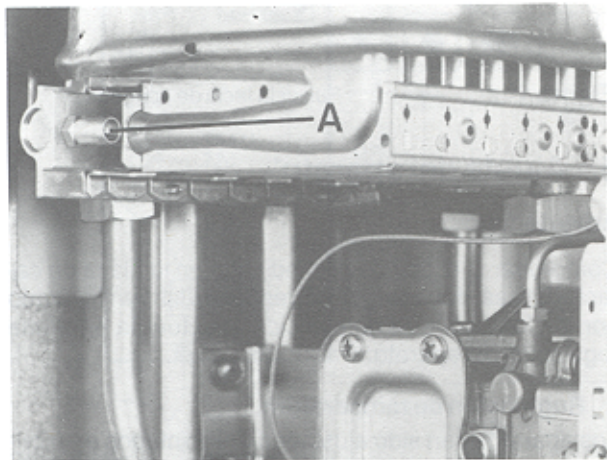

Figura 5
1. Regular el estrangulador (62) para un caudal mínimo de agua de 10 l/min, estando la válvula de toma de agua caliente totalmente abierta.
3. Quitar el tornillo de estanqueidad A (figura 5), y conectar el manómetro en U al racor para mediciones.